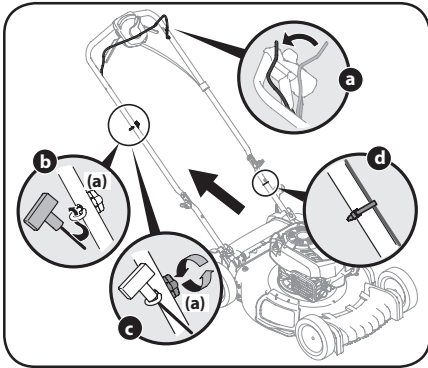

Figura 2-6
- La guía de la cuerda está unida al costado derecho de la manija superior. Afloje la perilla de aleta (a) que sujeta la guía de la cuerda. Vea la Figura 2-6.